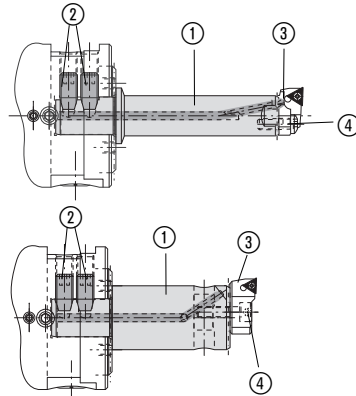

Bild 4
**Kerzbahnkörper und Plattenhalter (Bild 4)**